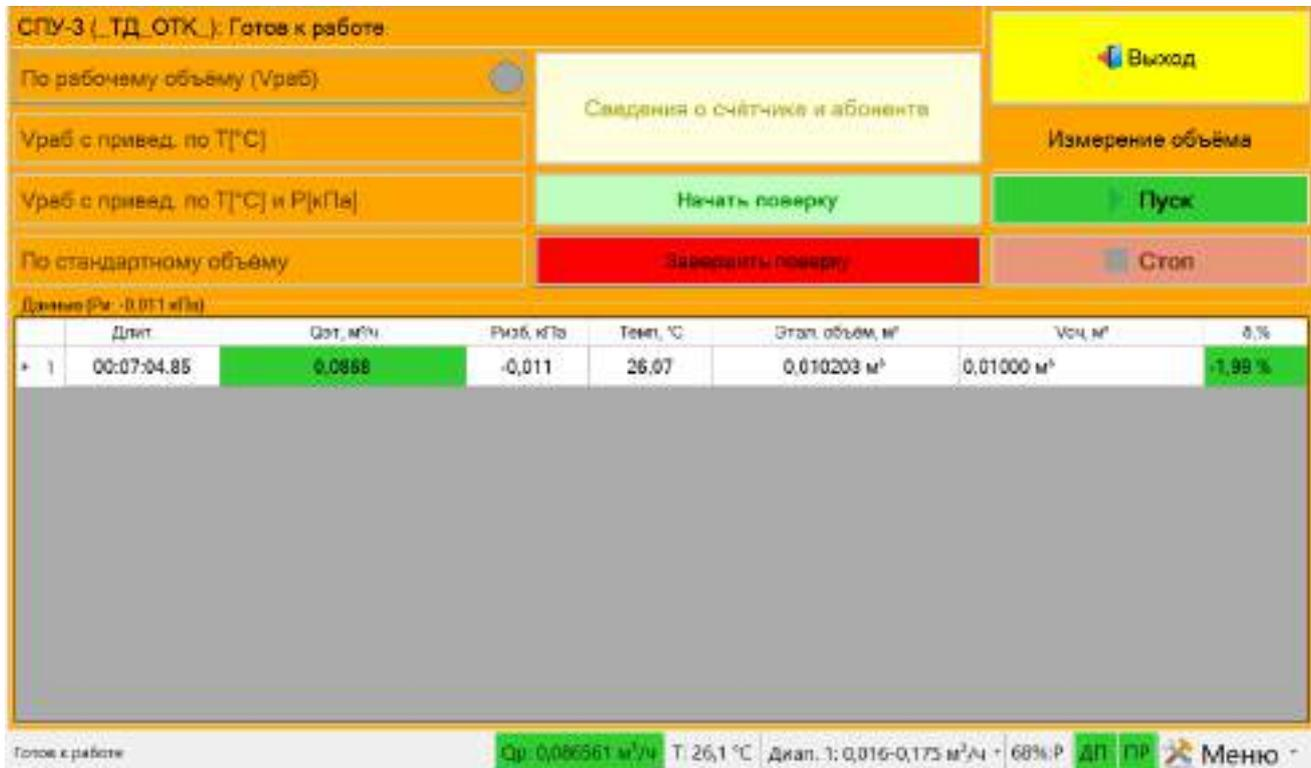

Рисунок 16
13. В момент, когда на индикаторе поверяемого счетчика сменится значение младшего разряда, нажатием кнопки «Пуск» начать поверку счетчика в данной точке диапазона измеряемых расходов. Записать начальные показания счетчика в момент запуска. При этом на дисплее Установки индицируется время проведения поверки и измеренный Установкой объем газа (рисунок 16).